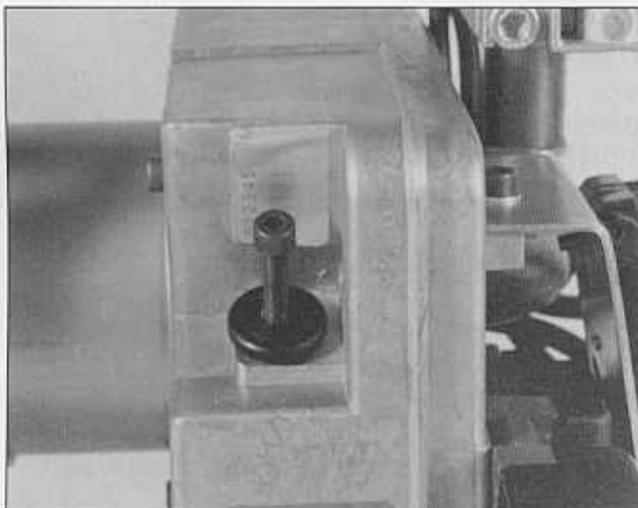

Bild 4: Luftklappeneinstellung
4. Lufterstellung durch Luftklappe – Bild 4.
#### Einstellung der Luftklappe – Bild 4
Die Luftmenge ist mit der Stellschraube Bild 4 einzustellen. Schraubenkopfoberkante auf „0“ bedeutet „Min“-Einstellung.